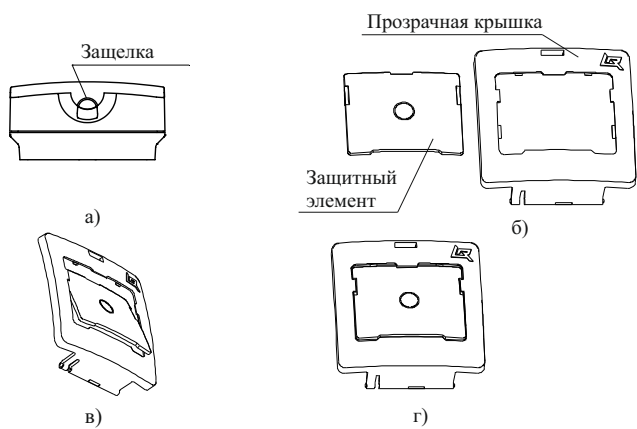

Рисунок 4
6.13 Для установки защитного элемента необходимо открыть прозрачную крышку, поддев защелку в верхней части корпуса острым предметом (рисунок 4, а). Прозрачная крышка показана отдельно от корпуса (снимать крышку с корпуса УДП не следует). Защитный элемент в положении, показанном на рисунке 4, б, ввести верхней кромкой в середину выреза прозрачной крышки (рисунок 4, в) и, повернув, совмещая плоскости, защелкнуть нажатием на кромки защитного элемента (рисунок 4, г). Закрыть прозрачную крышку.